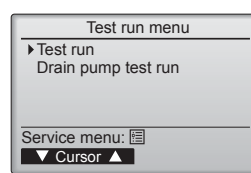

Fig. 7-4
- ④ Sélectionnez "Test run" (Test fonctions) à l'aide du bouton [F1] ou [F2] puis appuyez sur le bouton (✓). (Fig. 7-4)